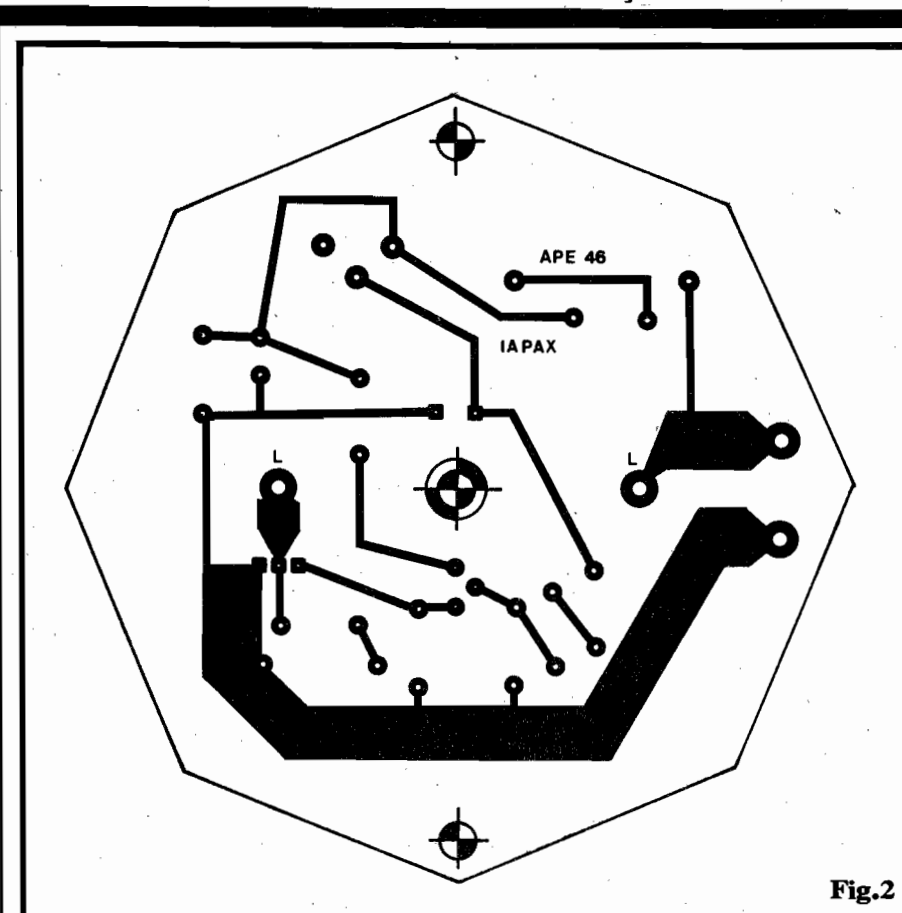
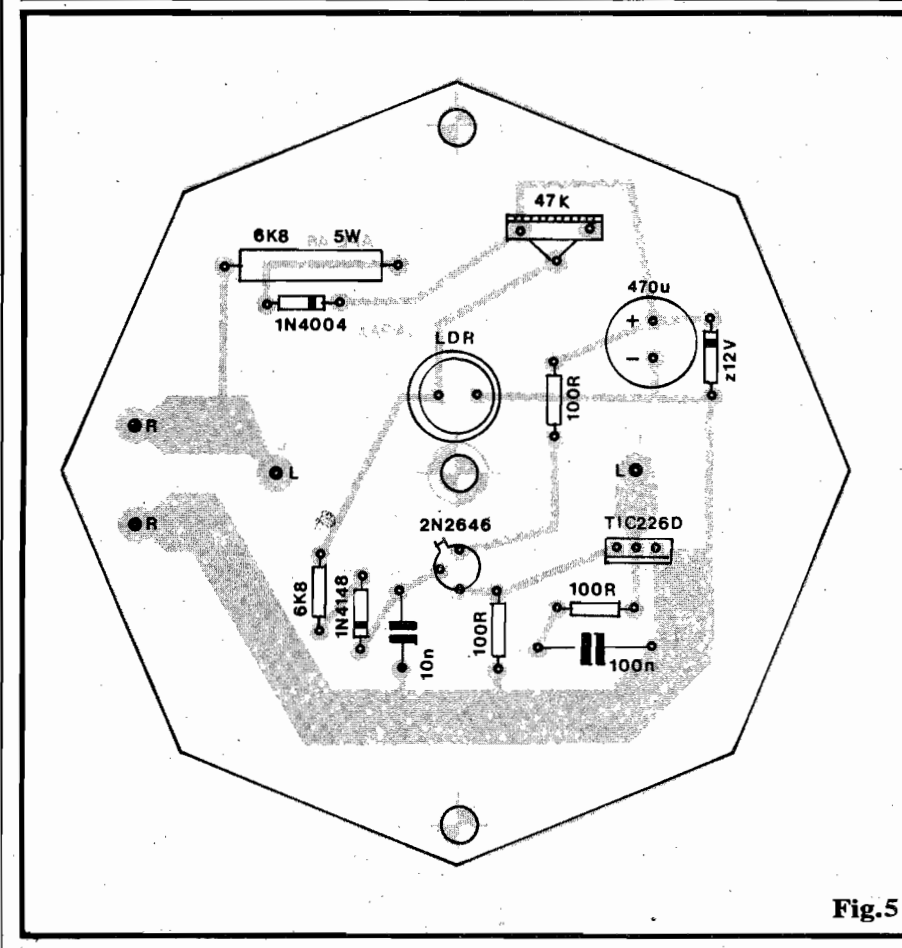

Fig.2
Fig.5
- FIG. 5 - "CHAPEADO" DA MONTAGEM - O Circuito Impresso, no seu formato de octógono regular, é visto agora pelo lado não cobreado, todas as peças devidamente posicionadas, identificadas pelos seus códigos, valores, polaridades, etc. Vários dos componentes são polarizados, ou seja: **devem obrigatoriamente ser colocados e ligados numa única e certa posição**, já que qualquer inversão poderá arruinar o componente e - seguramente - impedirá o funcionamento do próprio circuito... Referimo-nos, especialmente, aos seguintes componentes:
previamente realizados nas ilhas respectivas... Caso isso não seja possível, as lâminas metálicas dos terminais (geralmente em cobre ou latão) podem ser soldadas diretamente às grandes ilhas “L-L” (rever fig. 2), ou ainda eletricamente ligadas a elas com o auxílio de um pedaço curto de fio de cobre nú e rígido, soldado tanto aos terminais quanto às ditas ilhas... A fixação mecânica do soquete deve ser feita através de parafuso e porca (no calibre apropriado), passando pelo furo central da base do dito soquete, e pelo furo central da própria placa, sobresaindo, pelo lado dos componentes (no Impresso) a ponta do dito parafuso, com a respectiva porca (em posição logo inferior à do LDR, no diagrama da fig. 5). É importante, por razões de isolamento, que o lado inferior da base do soquete tenha sua face totalmente em cerâmica, sem excrescências metálicas que possam fazer “curto” com as pistas cobreadas do Impresso...